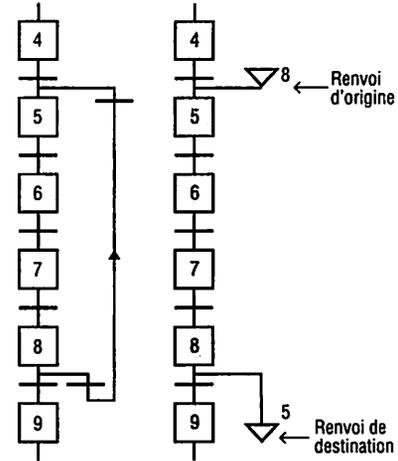

Fig. 6 : Reprise de séquences en utilisant les renvois.
4.3. Reprise de séquence (fig. 6)